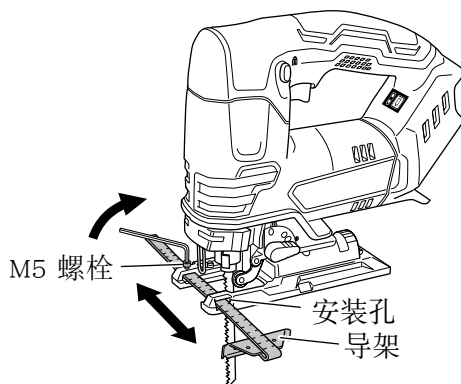

图 22
(3) 将导架穿过导底座上的导架孔，上紧 M5 螺栓。(图 22)
(4) 将轨道位置设为“0”。